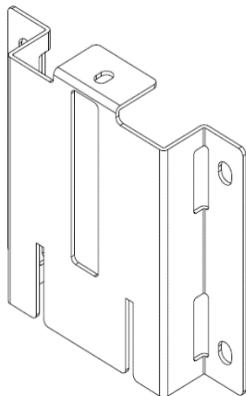

Рисунок 6.6. Металлический держатель для крепления на опоре и настенного монтажа
Для крепления счетчика на опоре или на стене сооружения служит металлический держатель (*Рисунок 6.6*).
1. Вначале при помощи бандажной металлической ленты на опору крепится металлический держатель (*Рисунок 6.6*).